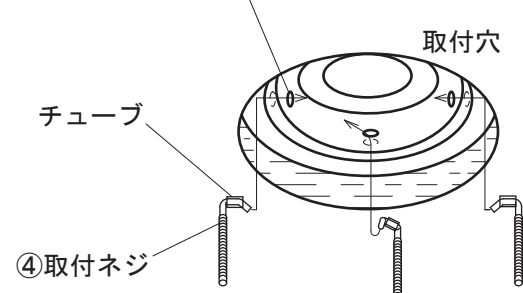

図4 (カウンター裏面より)
3) カウンター裏面より取付穴からボウル裏面の底部ネジ差込穴へ④取付ネジ(チューブ付)のフック部を計3箇所引っ掛けます。(図4参照)